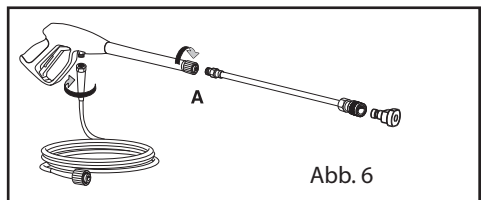

Abb. 6
2. Den Hochdruckschlauch an die Sprühpistole anschliessen. Das Zubehöerteil gegen den Widerstand der Feder in das Verlängerungsstück der Pistole einsetzen und bis zur Sperposition drehen (Abb. 6). Einfügen Sie bitte die Düse (Abb. 2A).